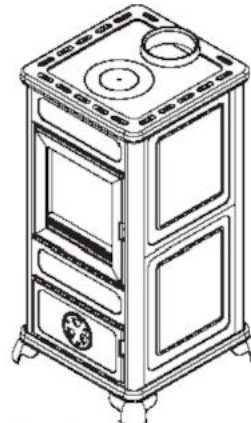

fig. 7
- In fig. 7 è rappresentata la stufa a montaggio ultimato.